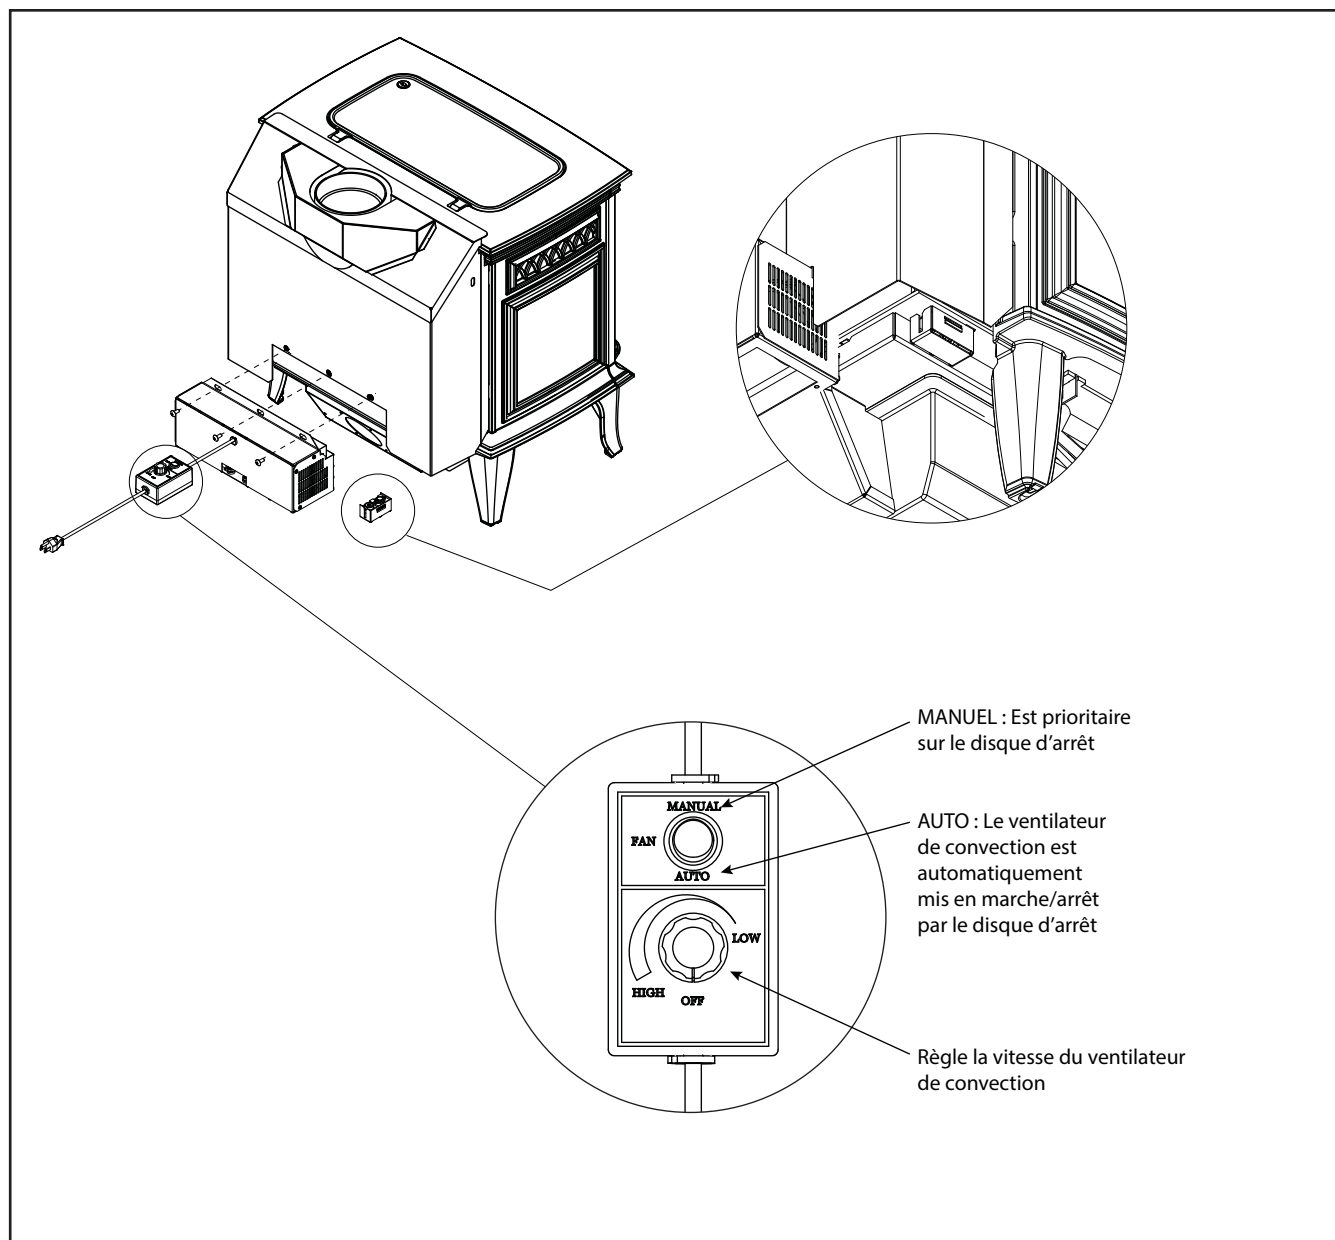

Figure 16.1
2. Alignez les trous de la bride de montage du ventilateur de convection avec les trous à boulons de l'appareil. Le ventilateur de convection doit être placé sur le côté inférieur arrière du revêtement extérieur, comme illustré à la **figure 16.1**.